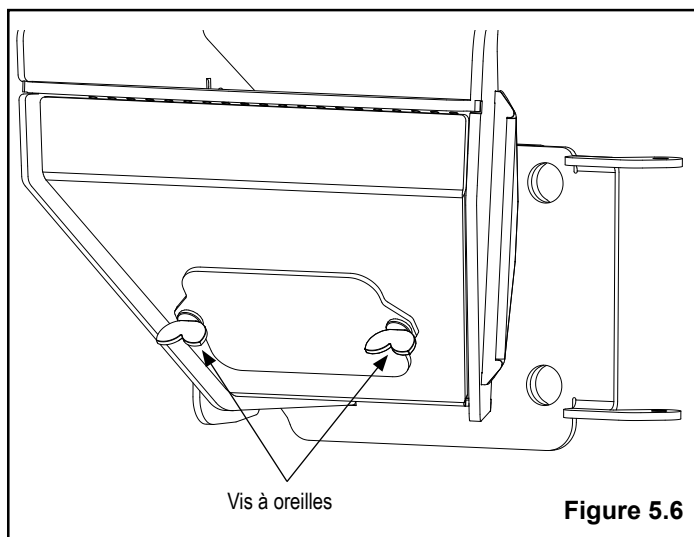

Figure 5.6
- Videz les particules accumulées sous la grille du pot de combustion. Pour ce faire, desserrez les 2 vis à oreilles situées à l'avant du pot de combustion et retirez le couvercle. Enlevez les cendres qui sont tombées à travers les trous pendant le fonctionnement et le nettoyage. Figure 5.6